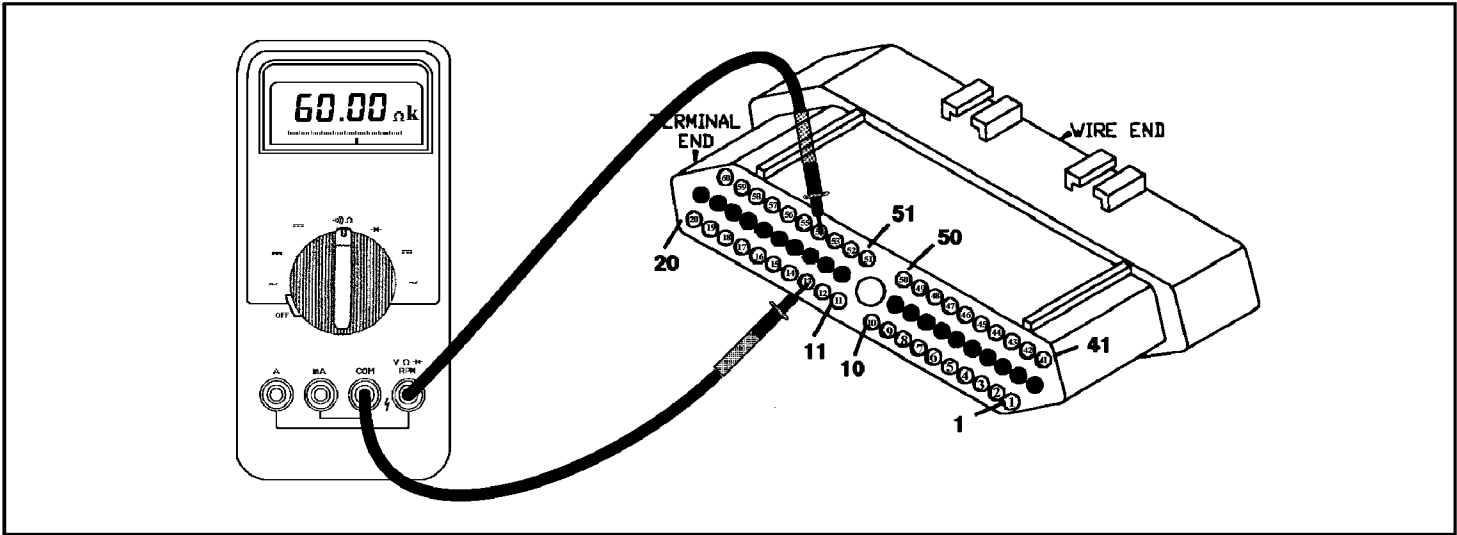

Figura 76
- Enchufe el conector del TRS y haga una prueba de resistencia al sensor de TFT desde el conector del TCM. Coloque una pata del metro al terminal 13 y la otra pata al terminal 54 (Vea la figura 76). El alcance del sensor de frio a caliente es de 100,000 a 150 ohms (Vea la tabla abajo). Si la resistencia del sensor cambia en proporción a la temperatura del fluido de transmisión, y la resistencia esta dentro de las especificaciones, cambie el TCM. Si la resistencia esta fuera de las especificaciones o no cambia en proporción a la temperatura del fluido, cambie el TRS.